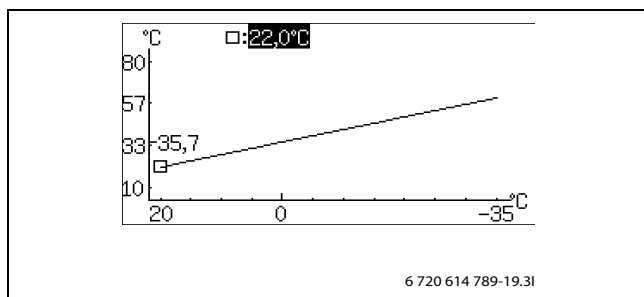

Рис. 23
- ▶ Поверните ручку управления, когда выделен квадратик, пока не будет отмечен 0 °C (→ рис. 23).